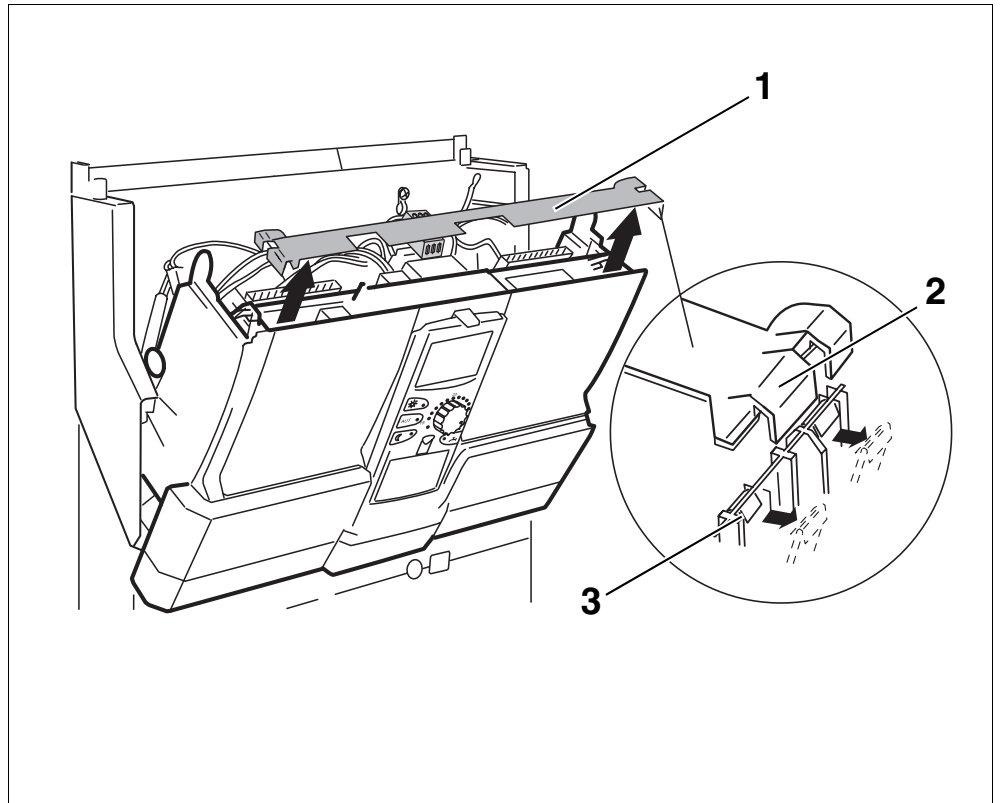

Рис. 4 Демонтаж горизонтальной планки
Для снятия планки (рис. 4, **поз. 1**) потребуется отвертка.
- Освободить планку с одной стороны. Для этого нужно отверткой нажать по направлению наружу одну из защелок (рис. 4, **поз. 3**).
- Приподнять горизонтальную планку за язычок (рис. 4, **поз. 2**).
- Снять горизонтальную планку (рис. 4, **поз. 1**).